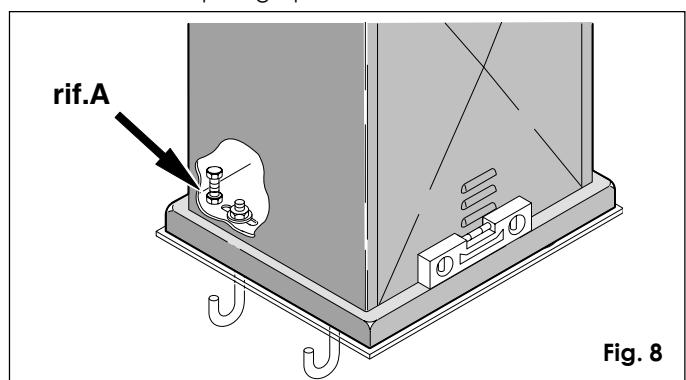

Fig. 8
- Vérifier l'horizontalité parfaite de l'opérateur à l'aide d'un niveau à bulle (voir fig. 8).